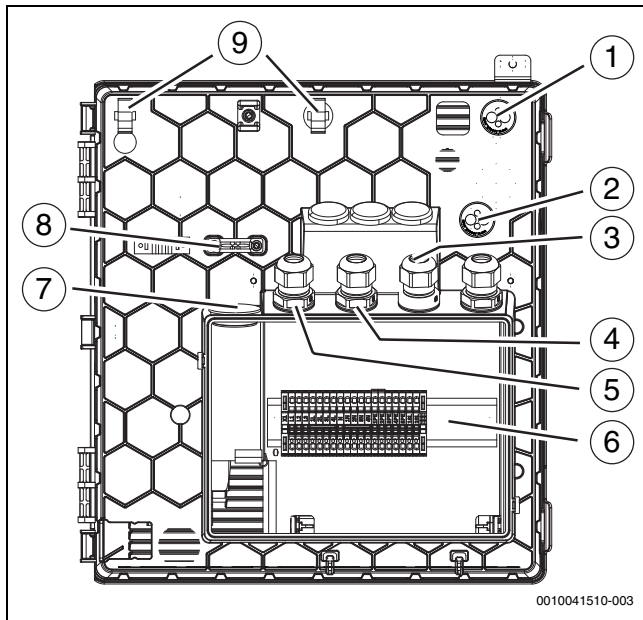

Bild 27 Kabeldurchführungen zum Klemmenkasten
Bei Kabeldurchführungen (→Abbildung 27 [1], [2], [7]) genügt ein kleiner Einstich in die Membran, dann können die Leitungen durchgeschoben werden.
- ▶ Nach dem Einföhren der Kabel die Kabelverschraubungen festziehen (→Abbildung 27 [3], [4], [5]).
- ▶ Die festgelegten Befestigungspunkte [9] für die Befestigung der durch die Einföhren geföhrteten Kabel verwenden (→Abbildung 27 [1], [2]).